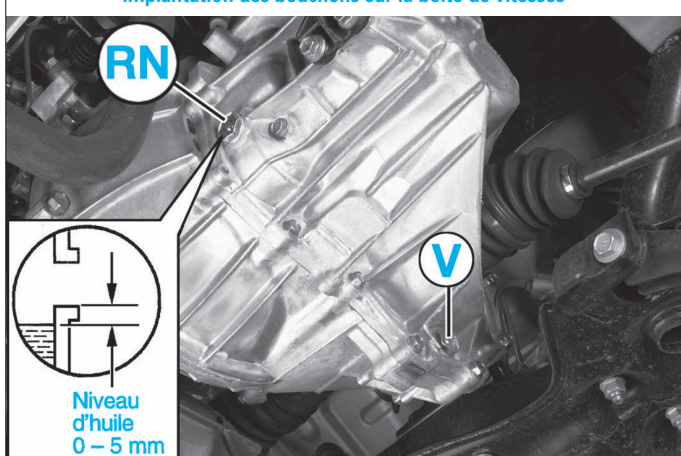

FIG. 15
- Effectuer la vidange de la boîte de vitesses (fig. 15).
- effectuer le remplissage d'huile de la boîte de vitesses et la mise à niveau par le même bouchon (le niveau doit se situer entre 0 et 5 mm du rebord) (fig. 15).